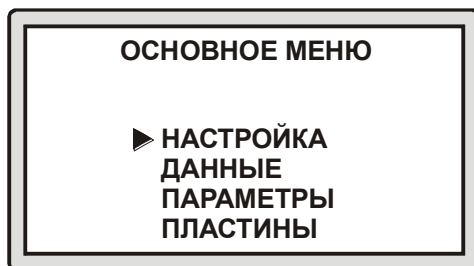

Рис. 7. Основное меню структуроскопа магнитного МС-10
7.1.1 Для входа в основное меню структуроскопа необходимо нажать кнопку «**X**». Внешний вид экрана основного меню приведен на рис.7.